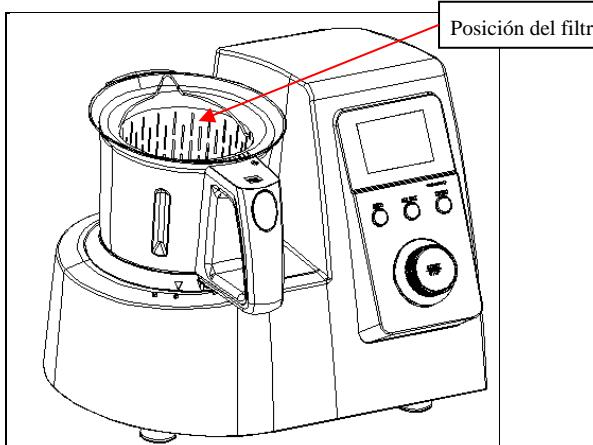

Figura 21
Paso 1: Coloque por lo menos 500 g de agua en la jarra SS. Si hay necesidad de utilizar conjuntamente con el filtro, por favor, primero coloque el filtro en la jarra SS (Figura 21), y luego coloque los alimentos (como el arroz y la patata) en el filtro, coloque la tapa y asegúrese que la parte inferior se sujetó bien y gira en el lugar correcto.